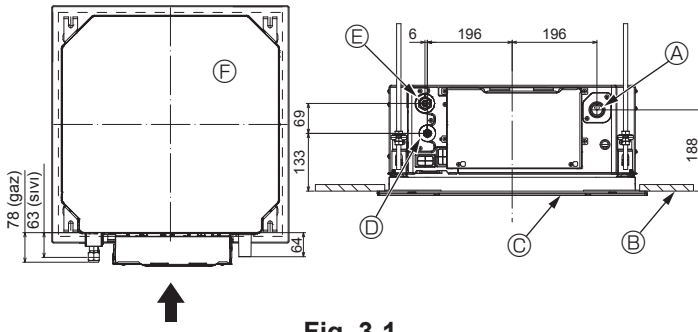

Fig. 3-1
3.1. İç ünitadaki soğutucu ve drenaj borularının konumları (Fig. 3-1)